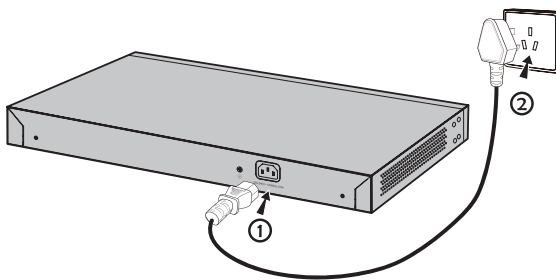

图3-3 电源线连接示意图
2. 路由器原装电源线连接路由器与电源插座，如图3-3所示。